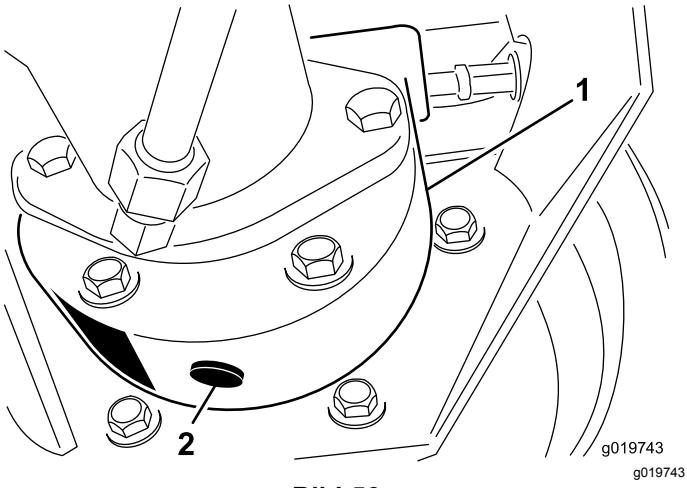

Bild 56
- Stellen Sie eine Auffangwanne unter das Bremsgehäuse, entfernen Sie die Ablassschraube und lassen das Öl ablaufen (Bild 56).